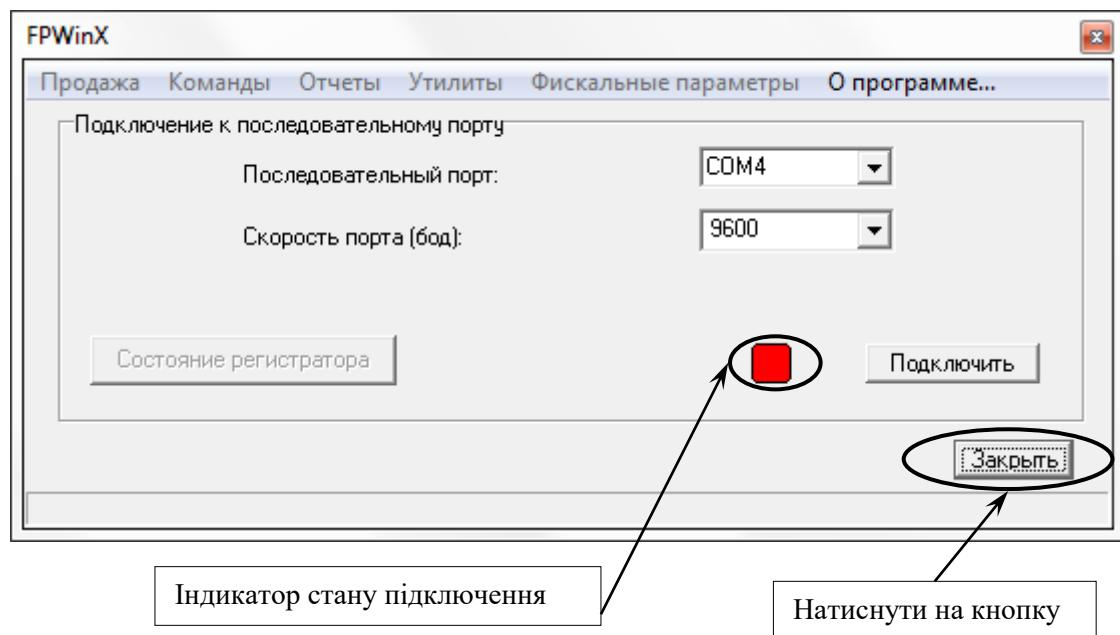

Рисунок 39
- закрити програму «FPWinX.exe» (рисунок 39);